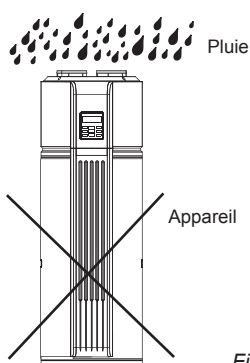

Fig. 3-9
- Si de l'eau pénètre dans les composants internes de l'appareil, ceux-ci peuvent être endommagés ou entraîner un risque physique. (Fig. 3-9)